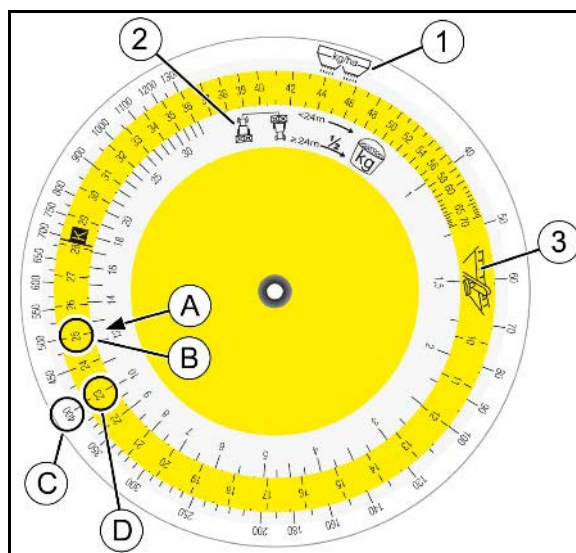

Fig. 56
Find talværdien (A) for den opsamlede mængde [kg] på skalaen (A) og sæt den over hinanden ved hjælp af den valgte spjældstilling (B) til den farvede skala (Fig. 56/3).
3. Find den ønskede spredemængde (C) og aflæs den nødvendige spjældstilling (position) (D).